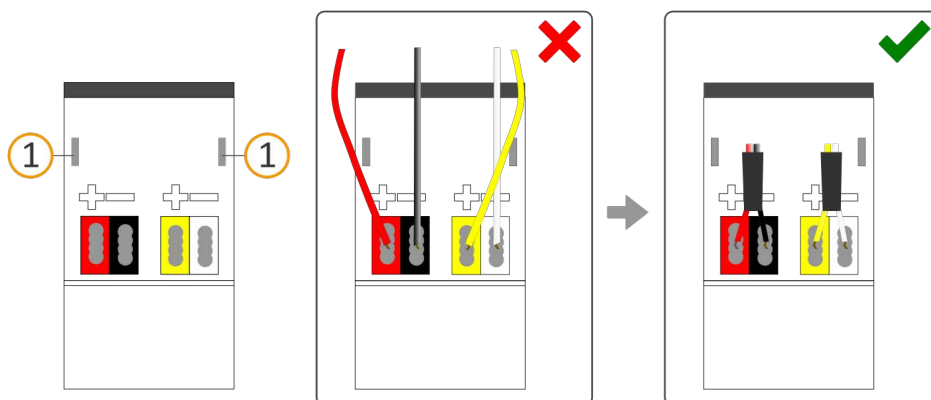

Abbildung 11: Kabelführung
- a. Führen Sie alle Kabel nach hinten. Die Öffnungen zur Befestigung der Abdeckkappe (siehe Abbildung 11, Pos. 1) müssen frei sein. Alle Kabel müssen sich zwischen den Öffnungen befinden.